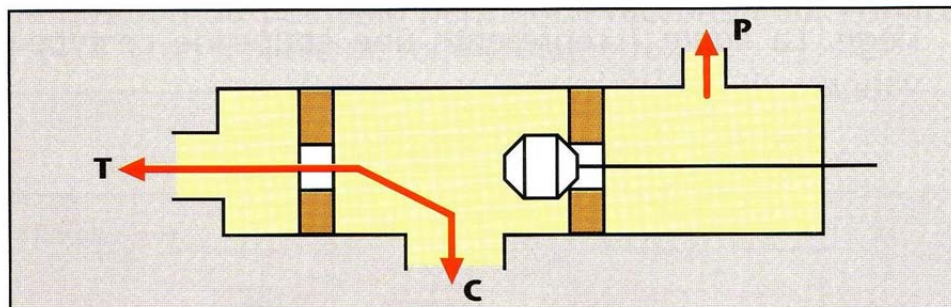

Figure 2 : .....
- 3) **Indiquez** sur les figures 2,3 et 4 ci-dessous, les différentes positions du pointeau, **coloriez** sur les figures, les endroits où se trouve le fluide frigorigène